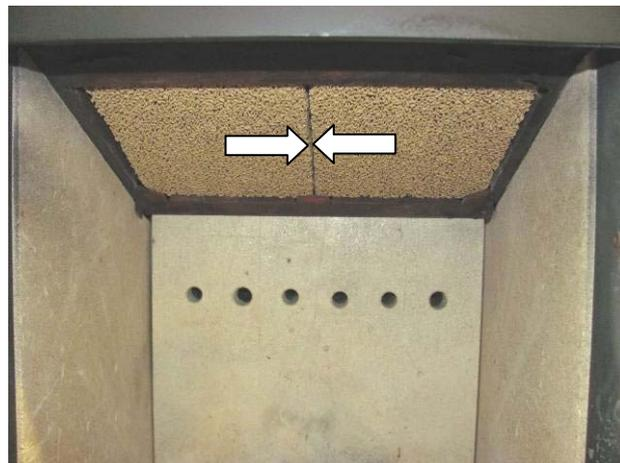

Fig. 12 : filtre HiClean® introduit
Avant que le poêle puisse être mis en service, les plaques filtre HiClean® comprises dans la livraison doivent être mises en place dans le foyer. Retirer les plaques de l'emballage en carton et les positionner parallèlement dans les supports de la partie supérieure de la chambre de combustion (voir Fig. 12).
3. A la fin, assurez-vous qu'il n'a pas un écart entre les plaques (Fig. 12).